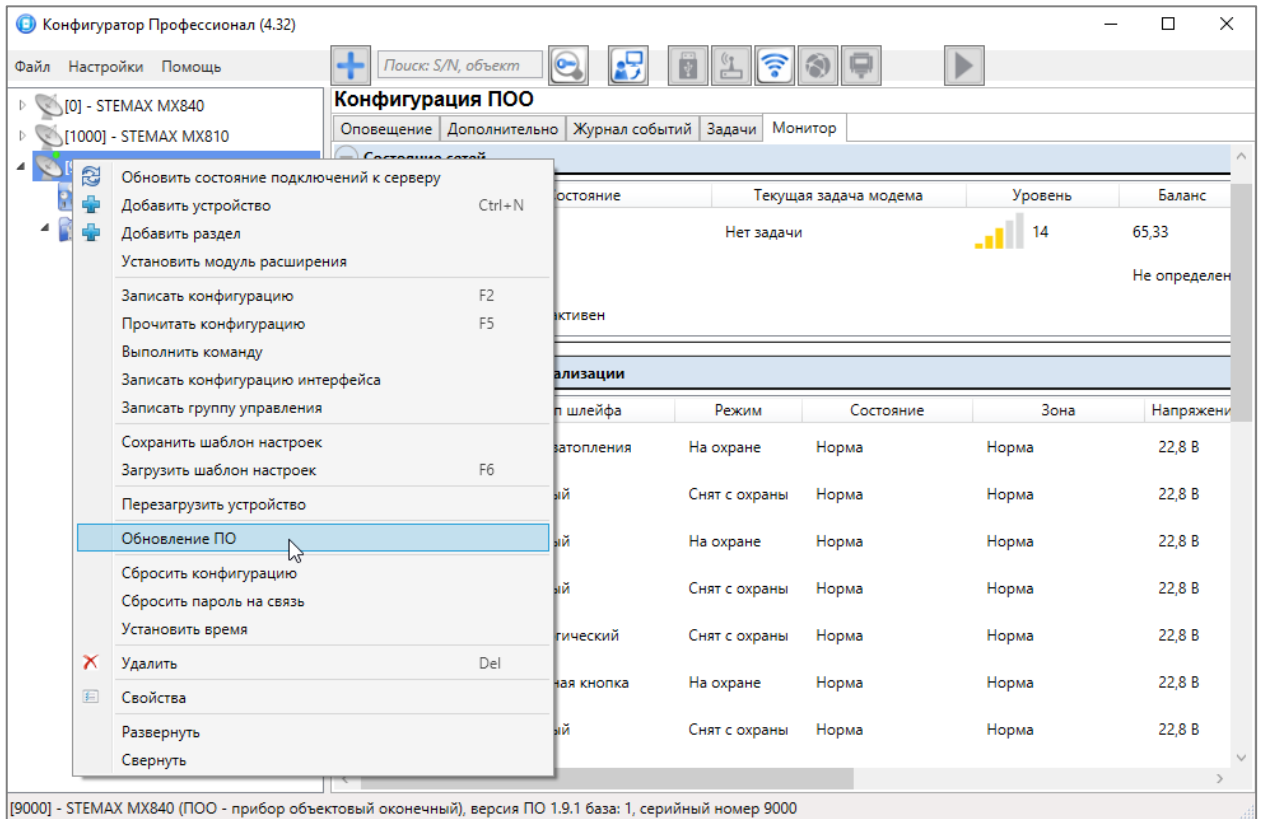

Рисунок 7.1 — Контекстное меню контроллера STEMAX MX840
- Щелкните правой кнопкой мыши по строке контроллера в дереве устройств и в появившемся меню выберите *Записать ПО* (см. рисунок 7.1).